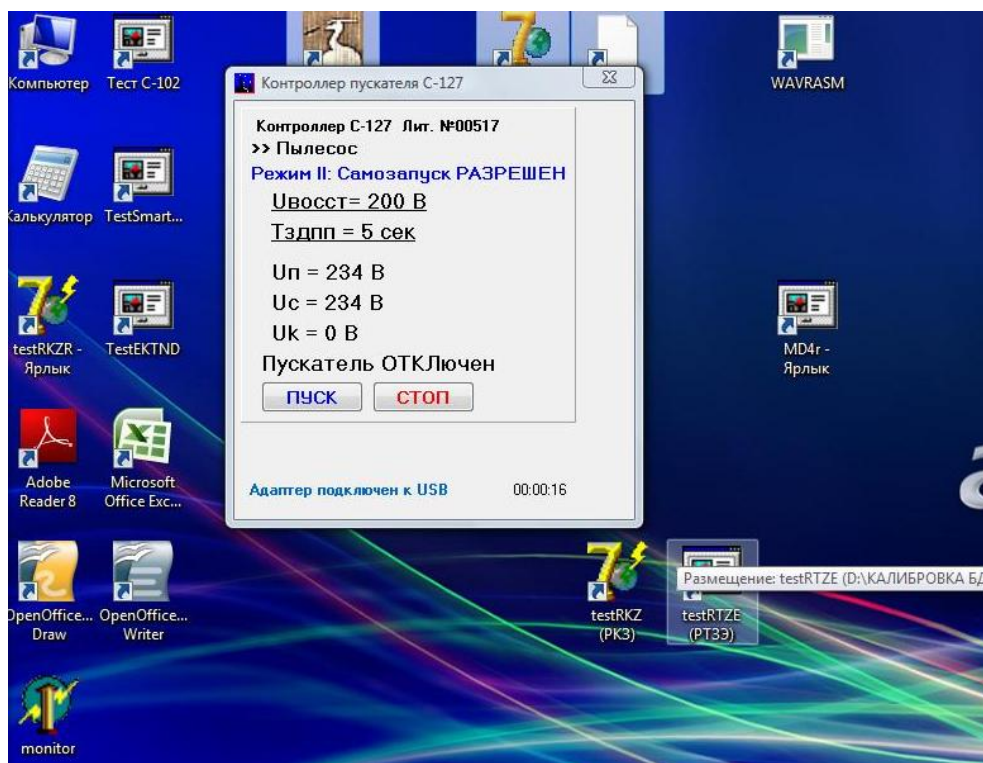

Рисунок 6 – окно отображения настроек параметров контроллера СМАРТРЕЛЕ C-127
- 2 - В открывшемся окне программы (рис.6) отображаются текущие настройки контроллера.